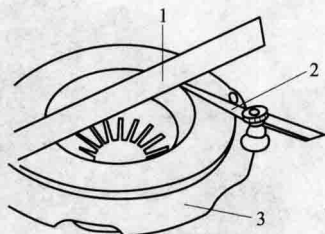

图 1-6 压盘平面度检查
③检测从动盘花键孔与变速器第一轴的配合，若齿侧隙超过 0.16 mm，则应更换从动盘轮毂或变速器第一轴。
④检查膜片弹簧分离指端：若指端处有明显的磨损槽、锈蚀、破裂等现象，则应更换膜片弹簧。
⑤检查压盘与飞轮表面有无裂纹和变形，若磨损成伞形，需研平或更换。检查压盘平面度，离合器压盘平面度不应超过 0.2 mm，检查方法是用钢直尺压在压盘上，然后用塞尺测量，如图 1-6 所示。